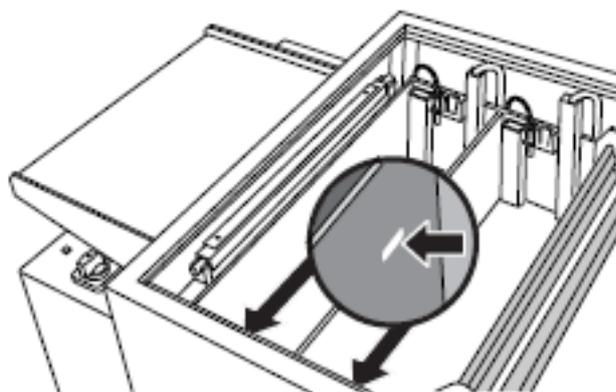

Рис. 3
- Залейте резервуар фиксажа заранее подготовленным фиксажем до отметки (рис. 3)